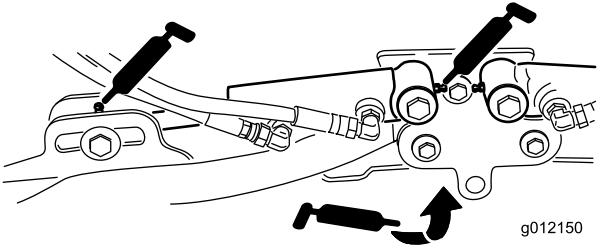

Bild 43
- Hubarmzylinder der Schneideeinheit (2 Stück) (Bild 43)
- Hubarmgelenke (1 Stück) (Bild 43)